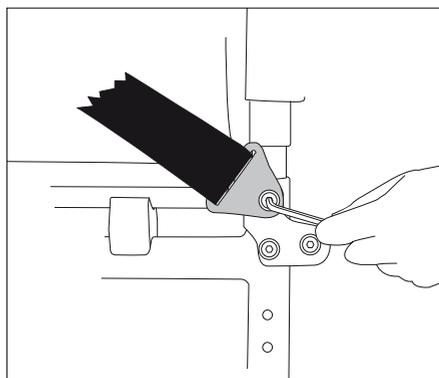

Figure 38
- Monter la ceinture lombaire comme montré à la figure 38. Utiliser la vis qui vient d'être desserrée.